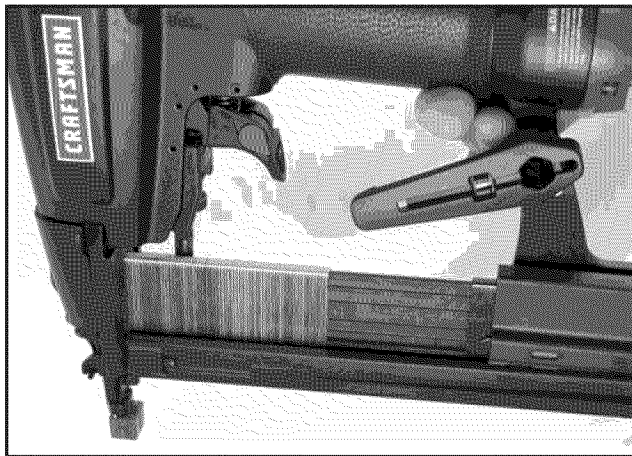

Figura 6- Carga de grapas
- **Cargando las grapas:** Coloque las grapas para que la tira de grapas se extienda sobre y repose en el muro interior del depósito alimentador (Ver la figura 6)